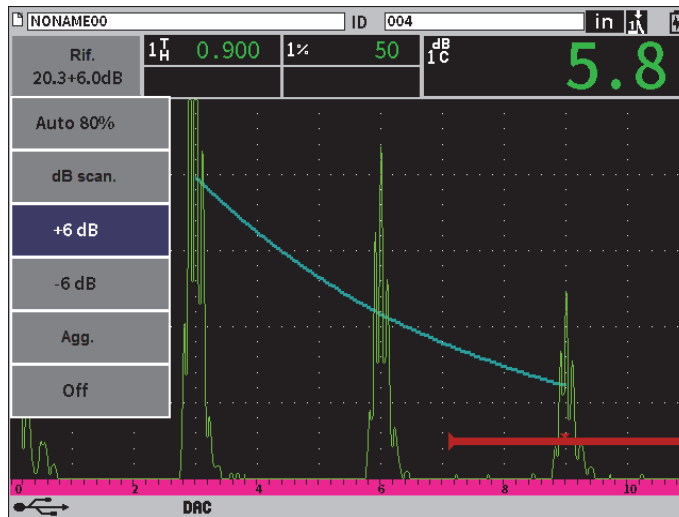

Figura 11-11 DAC standard con un guadagno di scansione da 6 dB
2. Regolare il guadagno per incrementi approssimativi o precisi, oppure usare il pulsante **+6 dB** o **-6 dB** per aumentare o diminuire il guadagno di scansione (vedere Figura 11-11 a pagina 189).